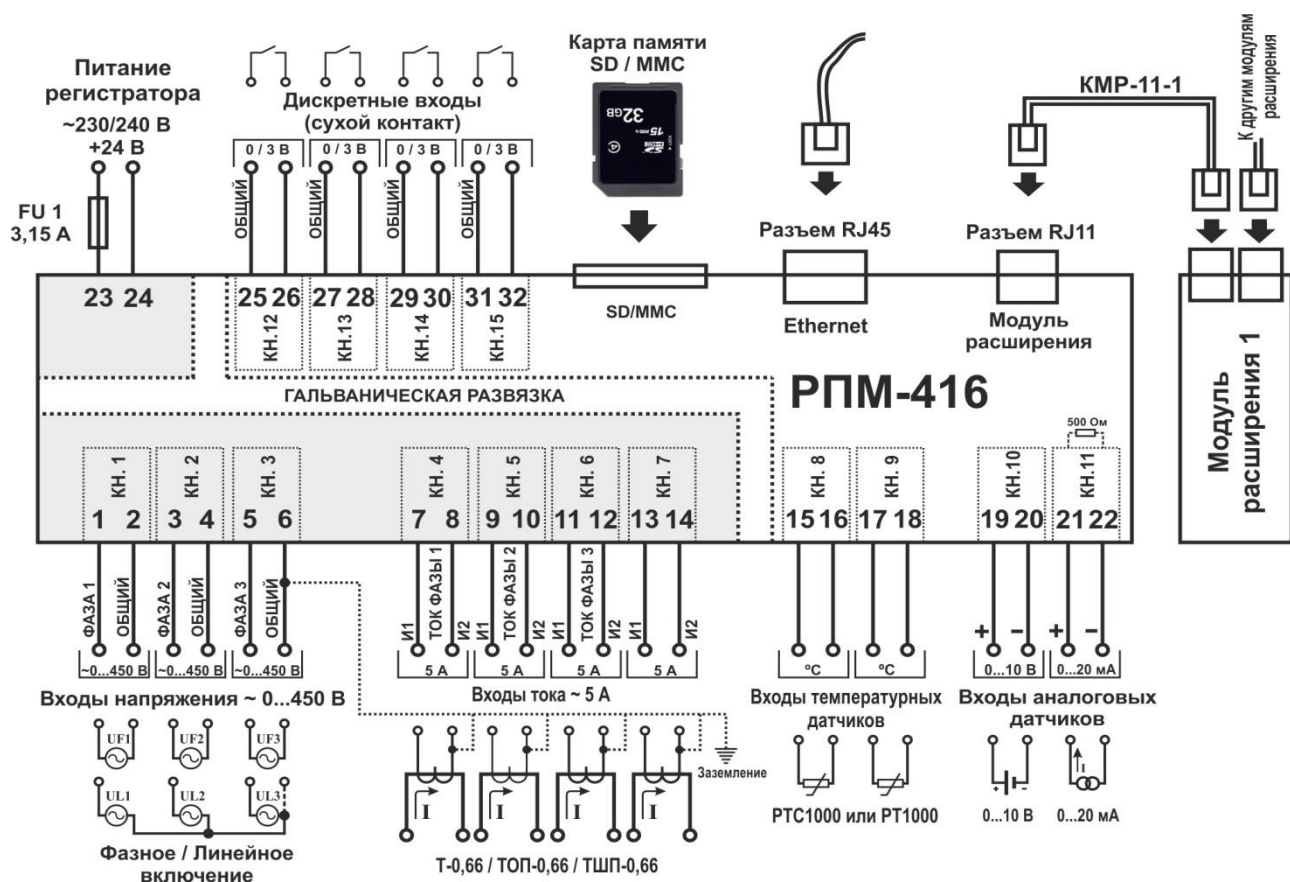

Рисунок 4.1 – Схема подключения регистратора
**ВНИМАНИЕ!** Подключение модулей расширения выполняется с правой стоны корпуса регистратора и только при помощи кабеля КМР-11-1 (см.рисунок 4.1).